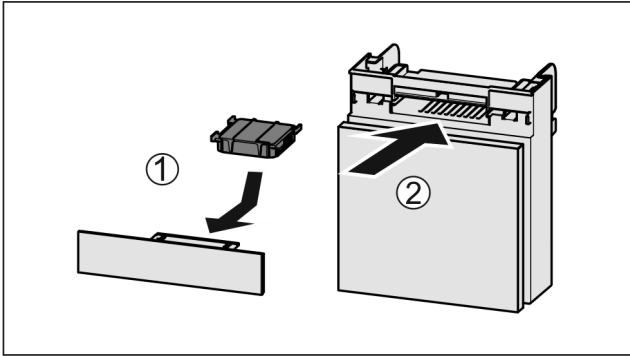

Fig. 186
- ▶ Actiefkoolfilter overeenkomstig afbeelding aanbrengen Fig. 186 (1).
- ▶ Lade erin schuiven Fig. 186 (2).